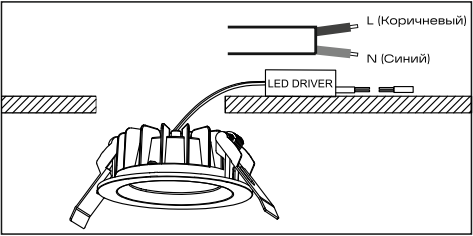

Рис. 2
- 5.11 Выполните электрическое подключение осветительного прибора согласно рис. 2. Для версий с DALI подключение кабеля управления DALI осуществляется напрямую в клеммную колодку драйвера (DA).